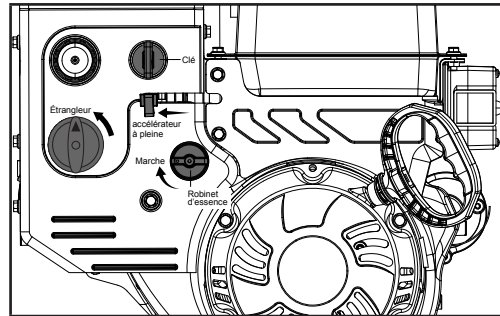

Figure 9A
1. Assurez-vous que la clé de sécurité du moteur est insérée dans le trou pour clé (figure 9A).
2. Mettez le levier du robinet d'essence à la position ON (ouvert) (figure 9A).
- a. Pour démarrer un moteur froid, déplacez le levier de l'étrangleur sur la position Choke (étrangleur) (figure 9A).
4. Mettez le levier de l'accélérateur à pleine vitesse pour démarrer le moteur (figure 9A).